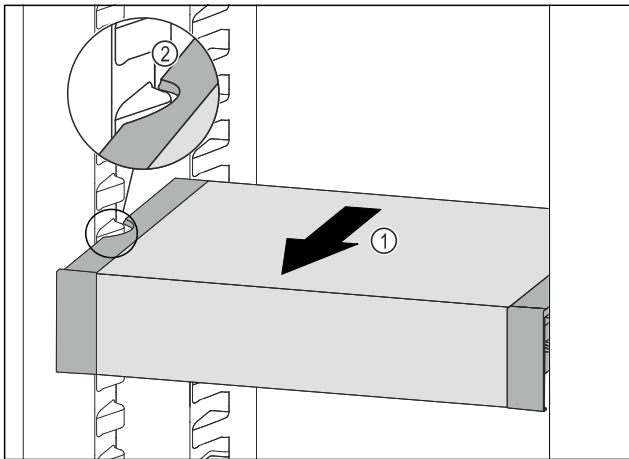

Fig. 189
- VarioSafe nach vorne ziehen Fig. 189 (1), bis sich die seitlichen Aussparungen des VarioSafes auf Höhe der Behälterrippe im Kühlteil befinden. Fig. 189 (2)